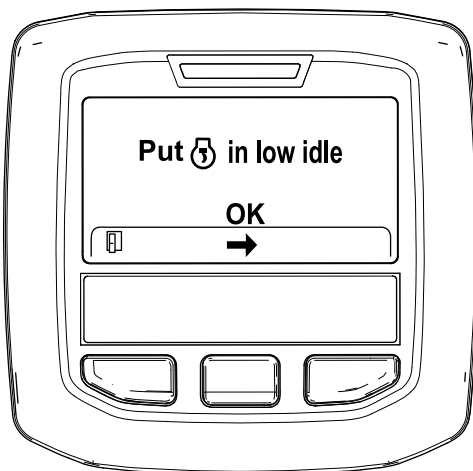

Figura 49
6. Mova o controlo da aceleração para RALENTI BAIXO e prima o botão central (Figura 49).